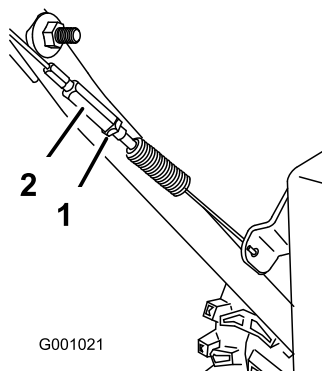

Figure 46
3. Resserrez l'écrou de blocage (Figure 46).